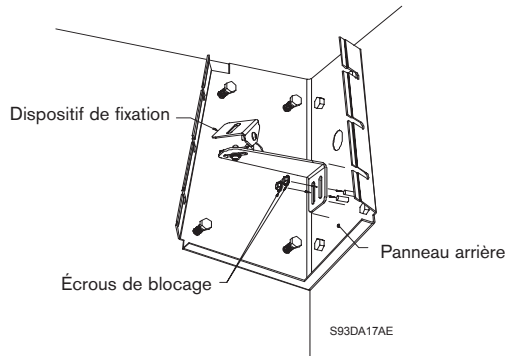

Figure 9 : montage du dispositif de fixation
1. Remontez le dispositif de fixation de la caméra sur le panneau arrière à l'aide des deux écrous de blocage de 6 mm. Voir figure 9.